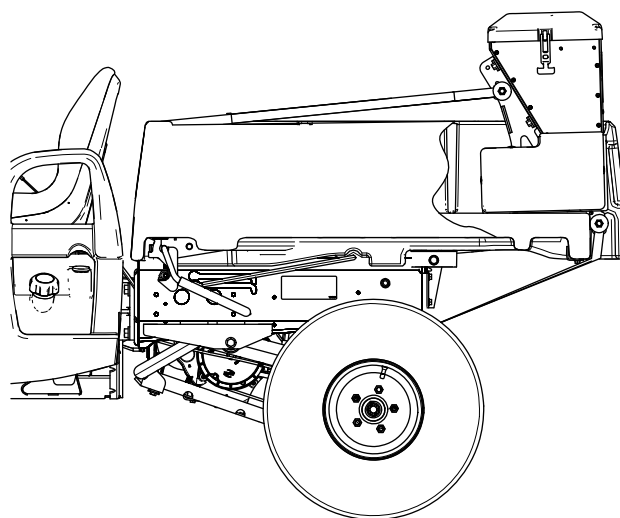

Figure 19
2. Glissez l'épandeur sur la plate-forme de l'UTV jusqu'au contact des butées avec la plate-forme (Figure 19).